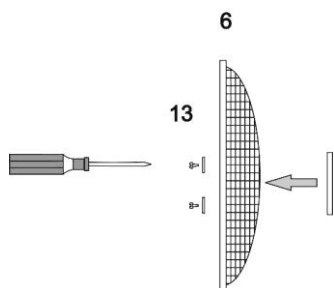

Рис.1
1. Прикрутить защитный экран воздушного винта 10 к передней защитной решетке 6 (Рис.1)